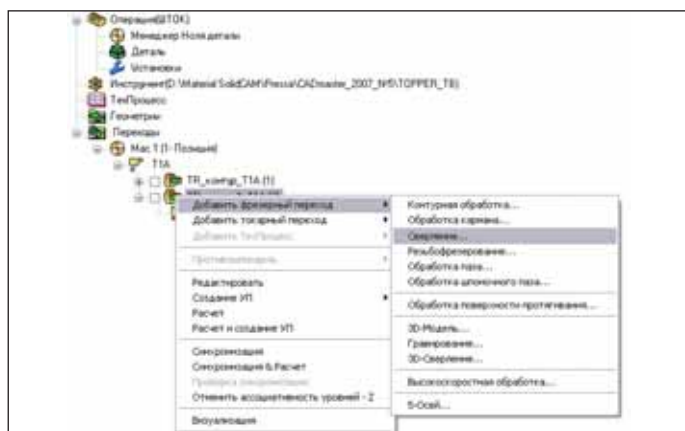

Рис. 3
**Шаг 1.** Для создания фрезерного перехода *Сверление* в SCM выбирается ПрКМ поле *Переходы* → *Добавить фрезерный...* → *Сверление* (рис. 3).